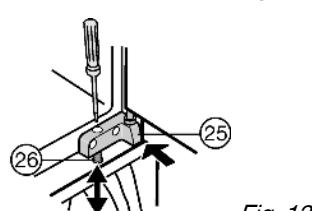

Fig. 13
► Выставьте устройство по высоте: при помощи регулировочных винтов Fig. 13 (26) в кронштейнах Fig. 13 (24,25).